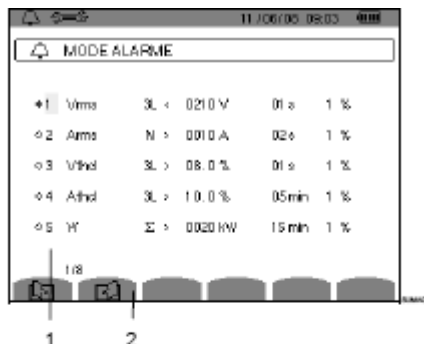

Figure 15 : le menu Alarme
- Pour activer l'alarme configurée, positionnez le curseur jaune sur la première colonne de la liste avec la touche \leftarrow (Figure 15, rep.1) et appuyez sur ∇ . L'activation est marquée par le repère rouge ; l'alarme est potentiellement déclenchable.
- Pour afficher les pages écran des alarmes, appuyez sur les boutons jaunes du clavier correspondant aux icônes (Figure 15, rep.2).